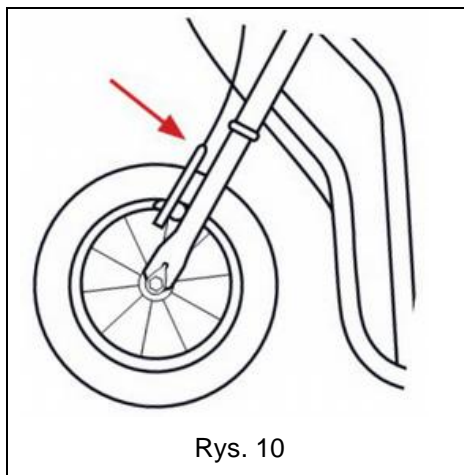

Rys. 6
9. Zasadniczo prawa dźwignia hamulca hamuje tylne koło, a lewa dźwignia hamulca przednie koło. Włóż owalną końcówkę linki hamulca do okrągłego otworu znajdującego się na dźwigni hamulca (uchwyty mogą się różnić w zależności od modelu) i włóż linkę hamulcową w szczelinę na spodzie dźwigni hamulca (Rys. 6). Dociśnij oba ramiona hamulca do obręczy i odpowiednim kluczem wyreguluj okładzinę tak, aby podczas hamowania całą powierzchnią ocierała się o felgę (Rys. 7). W razie potrzeby dociągnij lub poluzuj linkę hamulca śrubą kotwiącą (Rys. 8) lub śrubą regulacyjną na dźwigni hamulca tak, aby odległość między obręczą a okładziną hamulcową wynosiła ok. 1-2 mm (Rys. 9). Jeśli koło nie obraca się swobodnie i „poluzuje” z jednej strony, można wyregulować śrubę napinającą na ramieniu hamulca (Rys. 8). Poluzuj śrubę napinającą na ramieniu hamulca bardziej oddalonym od obręczy, aby koło mogło się swobodnie obracać. Przed każdą jazdą sprawdź, czy hamulce działają prawidłowo. Jeśli hulajnoga ma również przedni hamulec, zamontuj go i wyreguluj w ten sam sposób. Jeśli dźwignie hamulca mają śruby regulacyjne (umieszczone z boku dźwigni), można dokręcić śrubę, aby skrócić odległość między dźwignią a uchwytem (w zależności od wielkości dłoni).